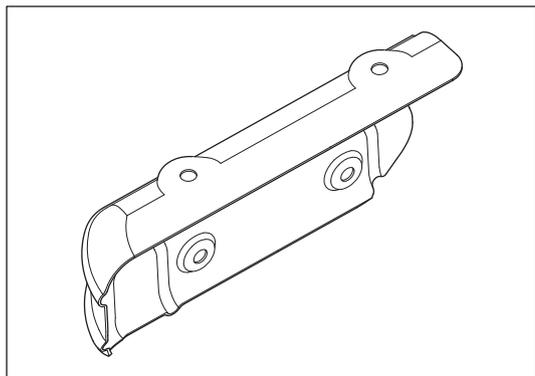

Рис. 8-3-3. Снятие и проверка термозащитного экрана выпускного коллектора
- (2) Проверить термозащитный экран выпускного коллектора, как показано на рис. 8-3-3, и заменить его при наличии повреждений.